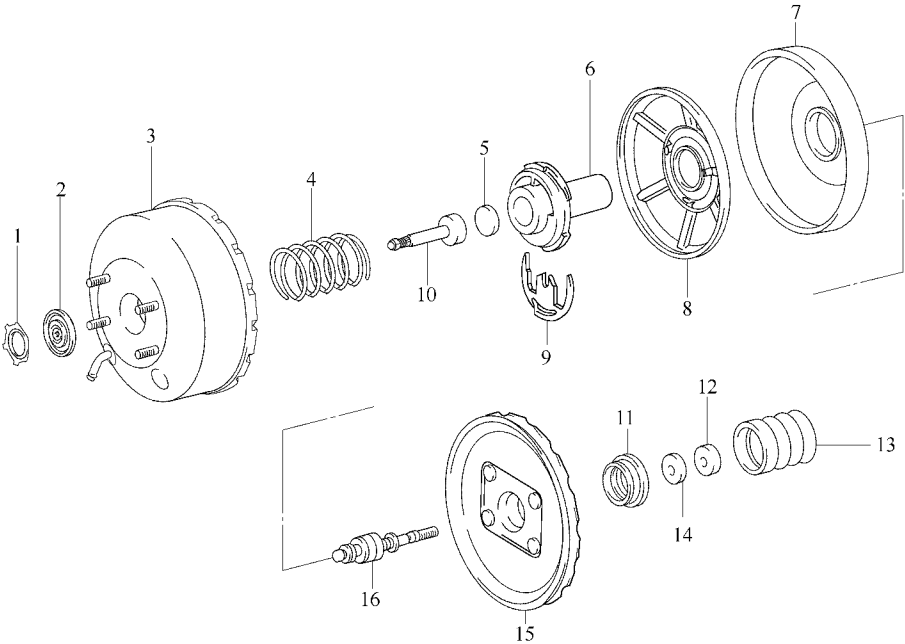

图 15-2 AISIN 型单加力器零件分解图
1. AISIN 型单加力器。它由前后壳体、膜片、膜片弹簧、推杆、操作杆、阀体和活塞等组成，如图 15-2 所示。